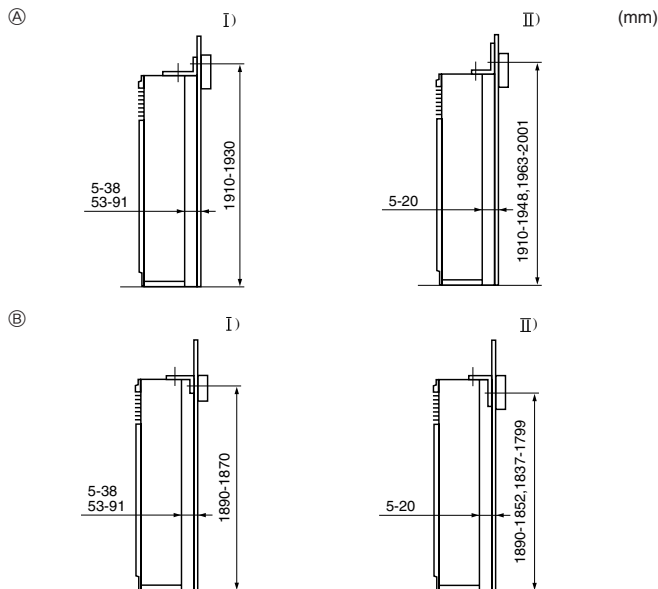

Fig. 3-3
① Klammer, die das Umkippen verhindert
Die Klammer, die das Umkippen verhindert ①, ist auf der Oberseite der Anlage angebracht. Die Blechschauben ② entfernen und die Klammer wie in der Abbildung dargestellt wieder anbringen. Angaben über richtige Einbauabstände siehe Fig. 3-3.
- Ⓔ Die Schraube ⑩ entfernen und das Gitter zum Abnehmen nach vorne ziehen.
3.3. Montage der Klammer, die das Umkippen verhindert (Fig. 3-3)